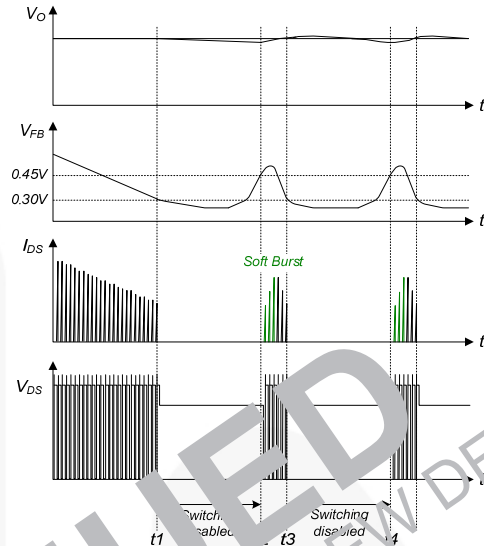

图 25. 突发模式运行
**5. 软突发模式：**为最大限度地降低待机模式下的功耗，FSL117MRIN 会进入突发运行模式。随着负载减小，反馈电压也随之减小。当反馈电压降低至低于  $V_{BURL}$  (300mV) 时，器件自动进入突发模式，如图 25. 所示。此时，开关停止，输出电压开始降低，降低的速率取决于待机电流负载。这会导致反馈电压上升。一旦此值超过  $V_{BURH}$  (450mV)，开关将恢复。反馈电压随之降低，此过程重复。突发运行模式会交替使能和禁用 SenseFET 的开关操作，并降低待机模式下的开关损耗。